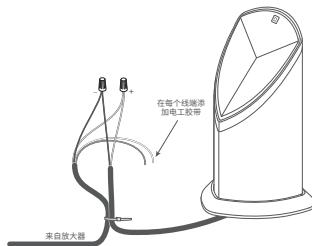

图 5
- 从离放大器最远的扬声器开始,根据下表剥去相应放大器通道的埋地线切割端 3/4 英寸的绝缘层,然后剥去相应扬声器尾纤末端的绝缘层。用电工胶带包裹所有未使用的线缆,以防受潮和短路(见图 5)。
- 用扎带将直埋电缆连接到扬声器尾纤(见图 5)。